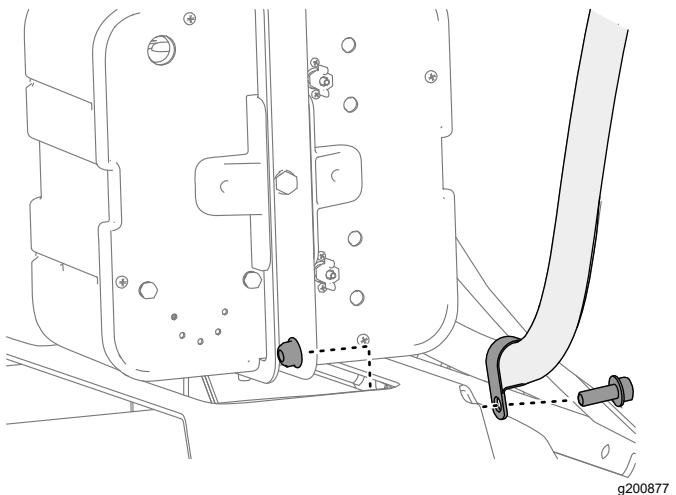

図 7
7. すすぎキットを搭載している車両では、図7のように、すすぎキットのホースをRクランプで固定する。